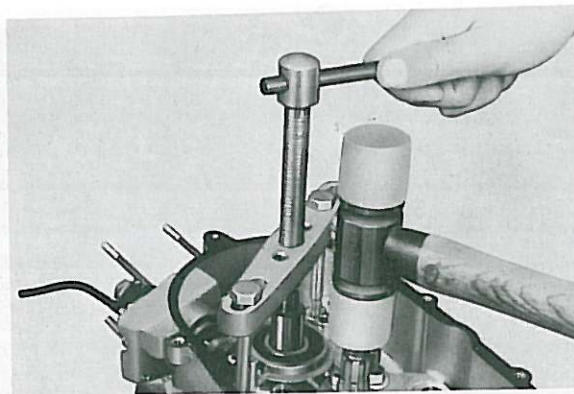

Fig. 3-2-12
3. As pressure is applied, alternately tap on the front engine mounting boss and the transmission shaft. (Fig. 3-2-12)
3. Tout en serrant la vis de pression, taper alternativement sur le bossage prévu à l'avant du moteur pour le montage et sur les arbres de transmission. (Fig. 3-2-12)
3. Bei ausgeübtem Druck nun abwechselnd vorne auf die Motorbefestigung und die Getriebewellen schlagen. (Fig. 3-2-12)